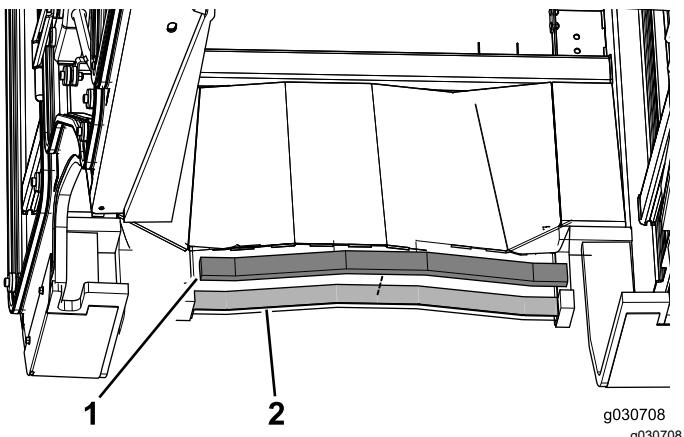

Figura 17
- Applicate la guarnizione in schiuma sintetica posteriore sulla parte posteriore della cabina (Figura 17).